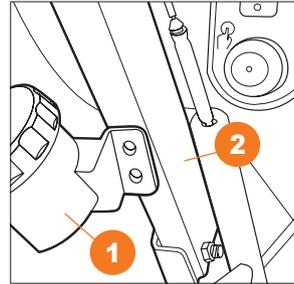

Рис. 15.1
- Прикрепите пластиковый бачок ❶ к рукоятке снегоуборщика ❷ с помощью крепежного элемента (Рис. 15.1).